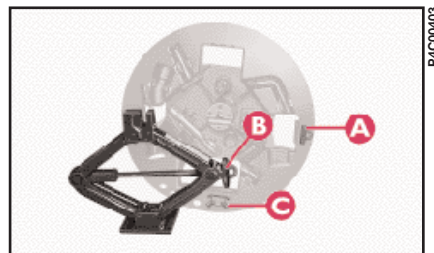

fig. 7
– Rimettere il cric nel proprio supporto facendo coincidere la serigrafia **A** (fig. 7) con la ghiera **B** del cric e posizionando la base del cric in corrispondenza della serigrafia **C**.